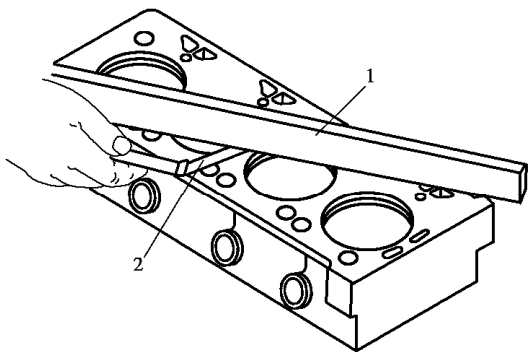

图 1.1.5 用直尺和塞尺来检查气缸盖的平直度
2. 当塞尺同一把直尺一起使用时, 塞尺可用来检查零件的平直度, 如汽缸盖的平直度(如图 1.1.5)。